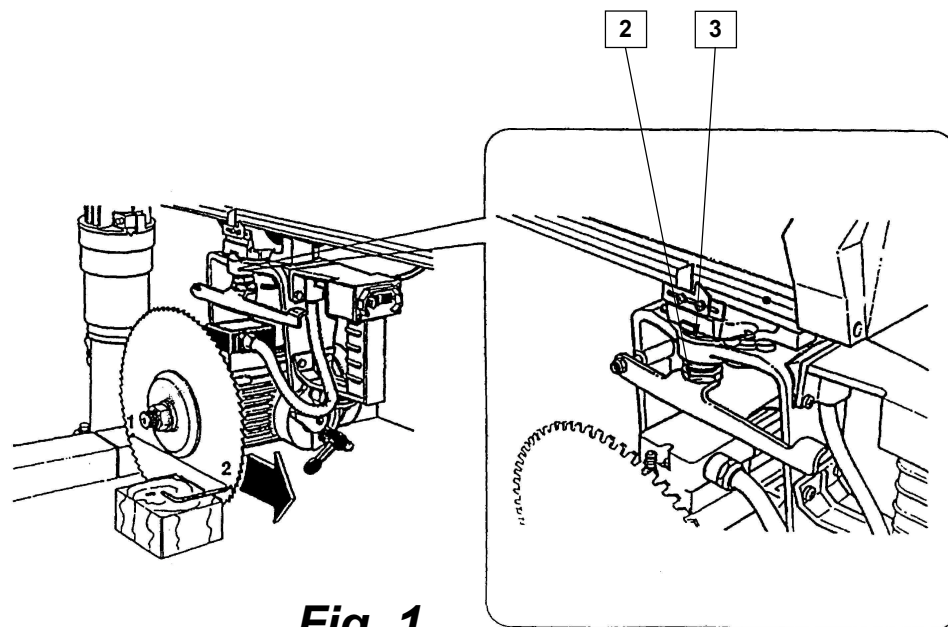
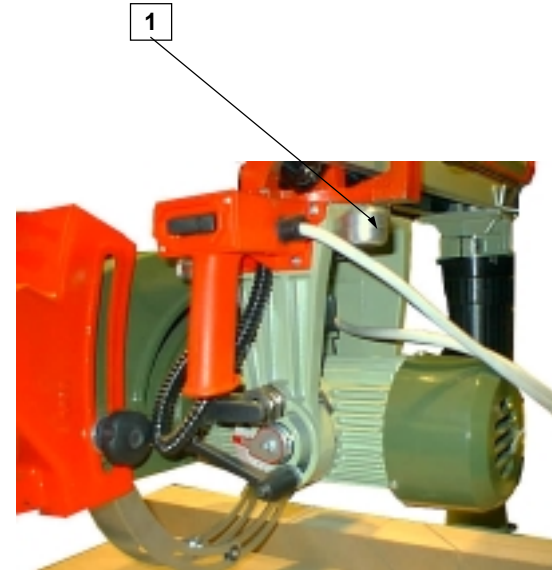

Fig. 1
Fig. 2
Questo controllo si esegue ponendo sul piano di lavoro un riscontro in prossimità della lama; e facendo scorrere il gruppo operante da un'estremità all'altra del riscontro stesso. Fig. 1. Se si rileva una differenza tra i punti 1 e 2, allentare la leva (1) Fig. 2. Utilizzando una chiave CH 32 allentare il controdado (2). Procedere alla regolazione tramite la boccia eccentrica (3) ruotandola in un senso o nell'altro fino ad annullare la differenza fra i due punti. Fig. 1. Se la lama non è parallela alle corsie di scorrimento è sottoposta ad un notevole attrito, che ne pregiudica il buon funzionamento e, di conseguenza la qualità del taglio effettuato. Finita la regolazione Ribloccare a fondo il controdado (2) e la leva (1).
This check is carried out by putting a test piece onto the work bench and letting the cutting unit run from one end of the test piece to the other. Fig. 1. If you notice a difference between points 1 and 2, loosen the lever (1) Fig. 2. Use the CH 32 wrench to loosen the locknut (2). Adjust by means of the eccentric bushing (3); turn it in one direction or the other until the difference between the two points has been eliminated. Fig. 1. If the blade is not parallel to the guides it goes subject to a considerable friction that compromises its efficiency and adversely affects the quality of the cut. After adjusting retighten the locknut (2) and the lever (1).
ATTENZIONE: Questi controlli devono essere eseguiti, IN ASSENZA DI ALIMENTAZIONE ELETTRICA. Allentare la leva a scatto (1). Mantenendo in trazione la levetta (2) inclinare il motore sull'angolazione a 45° Fig. 1 e 2. Rilasciando la levetta (2) il motore rimarrà bloccato in questa posizione. Tagliare due listelli e verificare con una squadretta a 90° l'angolo ottenuto Fig. 3. Se si dovessero riscontrare delle anomalie si dovrà procedere alla regolazione: allentare il controdado (3) Fig. 2 con chiave CH 32 e ruotare la boccia eccentrica (4) (chiave CH 32) in un senso o nell'altro fino ad ottenere l'esatta regolazione. A regolazione ultimata riavvitare il controdado (3).	ATTENTION: These checks must be effected WITH THE POWER SUPPLY DISCONNECTED. Loosen the spring lever (1). While pulling the small lever (2) tilt the motor to its 45° position, Fig. 1 and 2. Release the small lever (2) and the motor will stay locked in this position. Cut two strips and using a 90° square check the angle obtained, Fig. 3. If you notice it is not correct, you will have to make the necessary adjustments: loosen the locknut (3), Fig. 2, with the CH 32 wrench and turn the eccentric bushing (4) (CH 32 wrench) in one direction or the other until the adjustment has been made. After adjusting, retighten the locknut (3).
1 2 Fig. 1	4 3 Fig. 2 Fig. 3
ATTENZIONE: Questi controlli devono essere eseguiti, IN ASSENZA DI ALIMENTAZIONE ELETTRICA. Posizionare una squadretta a 90° a contatto della lama e verificarne la perpendicolarità. Fig. 1. Se fosse necessario fare delle regolazioni allentare la vite (1) tramite chiave Allen 4 mm. Fig. 2. Tramite un punteruolo con diametro non superiore a 4 mm inserirlo nel foro (2). Così facendo si ha la possibilità; muovendo a destra o a sinistra il punteruolo di regolare il tamburino (3) Fig. 3. situato all'interno della carcassa motore; fino al raggiungimento dell'esatta perpendicolarità. Eseguita la regolazione, è necessario riavvitare a fondo la vite (1).	ATTENTION: these checks must be effected WITH THE POWER SUPPLY DISCONNECTED. Place a 90° square against the blade and check its perpendicularity. Fig. 1. If you need to make any adjustments, loosen the screw (1) with the 4 mm Allen wrench. Fig. 2. Insert a punch with a diameter of 4 mm at the most into the hole (2). Turn the punch rightwards or leftwards to adjust the drum (3) Fig. 3, located inside the motor frame until the blade is perpendicular to the work bench. After adjusting, firmly tighten down the screw (1).